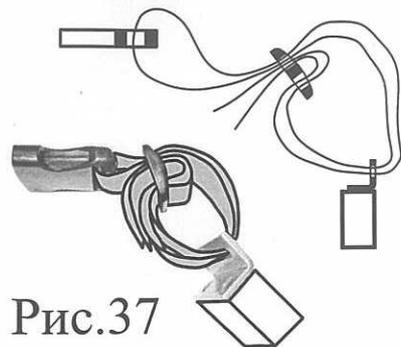

Рис.37
1. Соединить гнездо Фастекс поз. 135 кронштейнами на одной стороне рамы кровати, используя ремень короткий поз. 132 и пряжку пластиковую поз. 133. Схема продевания ремня изображена на рис.37.